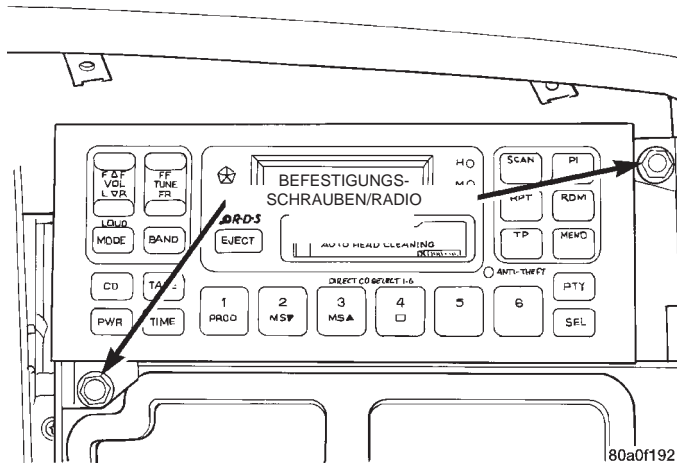

Abb. 3 Radio aus- und einbauen
(4) Abdeckung des Kombiinstruments nach hinten ziehen, links neben die Lenksäule schieben und von der Instrumententafel nehmen.
(5) Die beiden Schrauben lösen, mit denen das Radio an der Instrumententafel befestigt ist (Abb. 3).